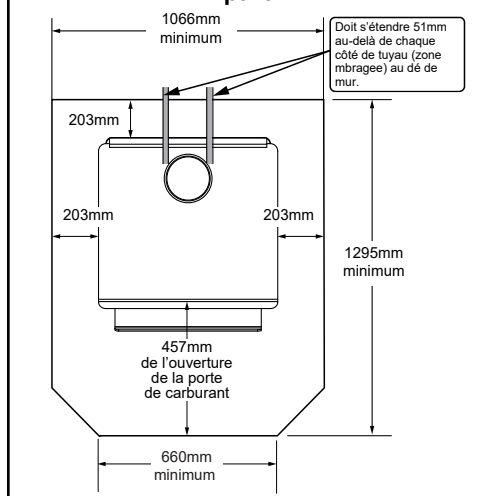

Figure 13.2 - ** Cette dimension varie en fonction de l'installation.
Au Canada, une protection de sol similaire doit être fournie à 457 mm (18 pouces) à l'avant et à 203 mm (8 pouces) des côtés et de l'arrière de l'appareil, à moins que le foyer ne soit contre le mur (**pour 43-ACC-C, voir Figure 13.2, page 13 ou pour 43ST-ACC-C voir 14.2 à la page 14**). Ensuite, le dégagement peut être réduit à l'aide d'un tuyau à double paroi et du tableau Dégagement par rapport aux matériaux inflammables indiqué à la page 15.
***Exception :** Les protections incombustibles pour le sol doivent s'étendre sous le conduit lorsque l'évacuation est horizontale et se prolonger de 51 mm (2 po) de chaque côté du conduit (**pour 43-ACC-C, voir Figure 13.2, page 13 ou pour 43ST-ACC-C voir 14.2 à la page 14**).